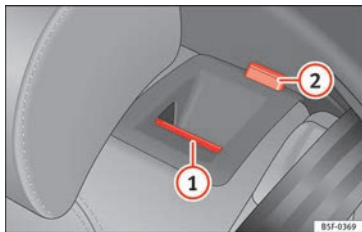

Fig. 111 En el respaldo del asiento trasero: tecla de desbloqueo (1); marca roja (2).
- Tire de la tecla de desbloqueo » fig. 111 (1) hacia delante y, al mismo tiempo, abata el respaldo.
- El respaldo trasero está desbloqueado cuando se ve una marca roja en la tecla (2).
El respaldo trasero está desbloqueado cuando se ve una marca roja en la tecla » fig. 111 (2).